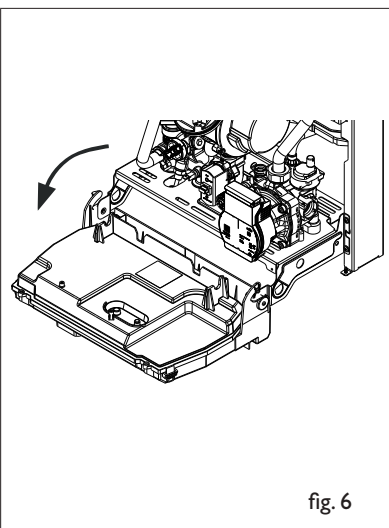

fig. 6
- Ruotare il cruscotto in avanti (fig. 6)